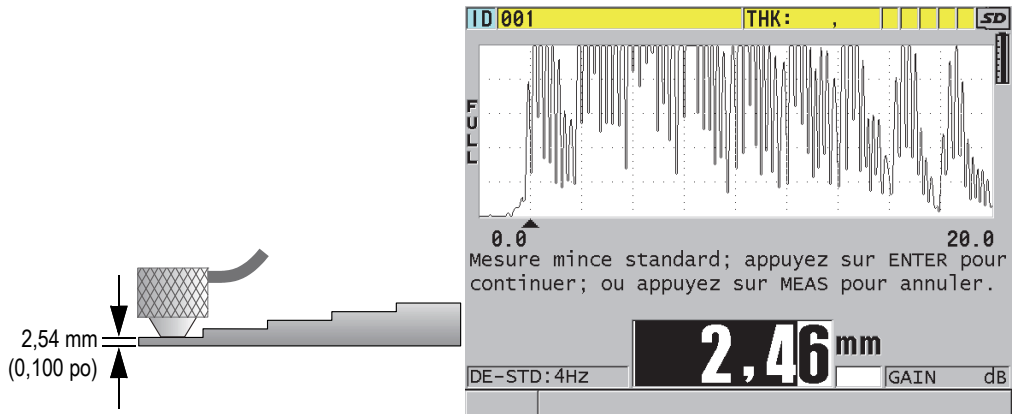

Figure 5-5 Étalonnage du zéro à l'aide d'un bloc étalon à 5 gradins
2. Pour effectuer l'étalonnage du zéro (Figure 5-5 à la page 87) :